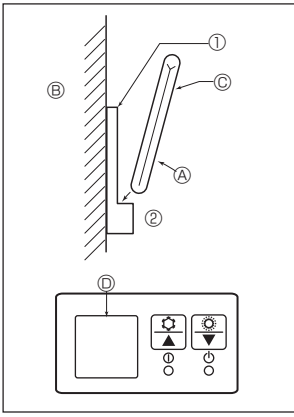

Fig. 6-7
2) วิธีติดตั้ง (Fig. 6-7)
① ติดที่วางรีโมทคอนโทรลในตำแหน่งที่ต้องการโดยใช้สกรูสองตัว
② วางปลายด้านล่างของรีโมทคอนโทรลลง